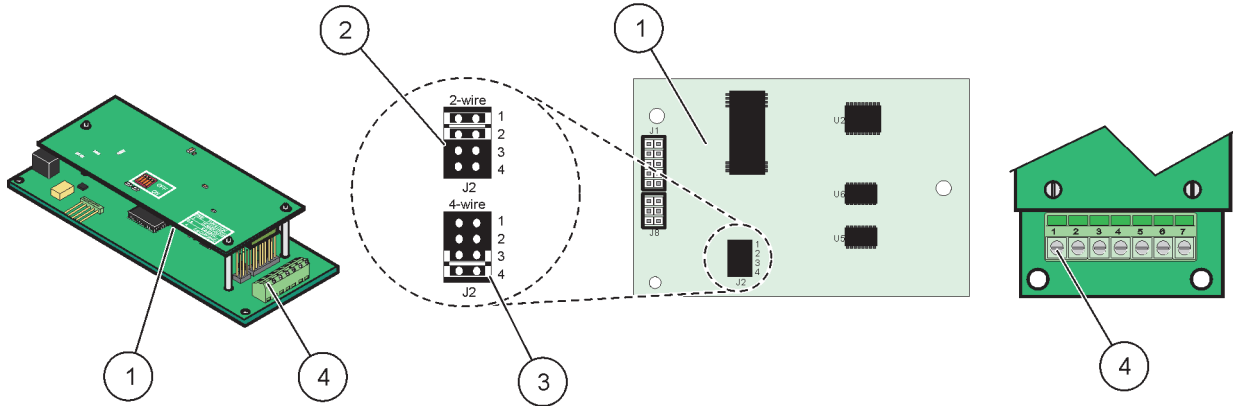

图 24 Modbus RS485 (YAB021) 卡连接
4. 电线穿过组件底部，正确剥线后，根据图 24/ 表 7 和 将每根线插入终端。